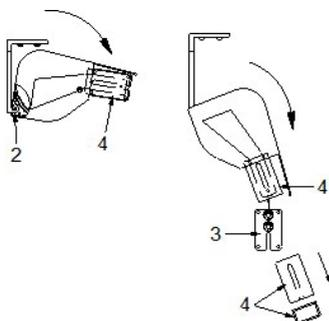

Abb. 10: Montage des Markisenkastens
- » Heben Sie mit einer zweiten Person den Markisenkasten gleichmäßig an und steigen Sie auf die Leitern. Hängen Sie den Markisenkasten gerade in die Montagekonsolen ein (2 – Abb. 10)
- » Lassen Sie die Fallstange (3 – Abb. 10) vorsichtig aus der Transportsicherung (4 – Abb. 10) herausfahren.
- » Nehmen Sie die Transportsicherungen (4 – Abb. 10) ab